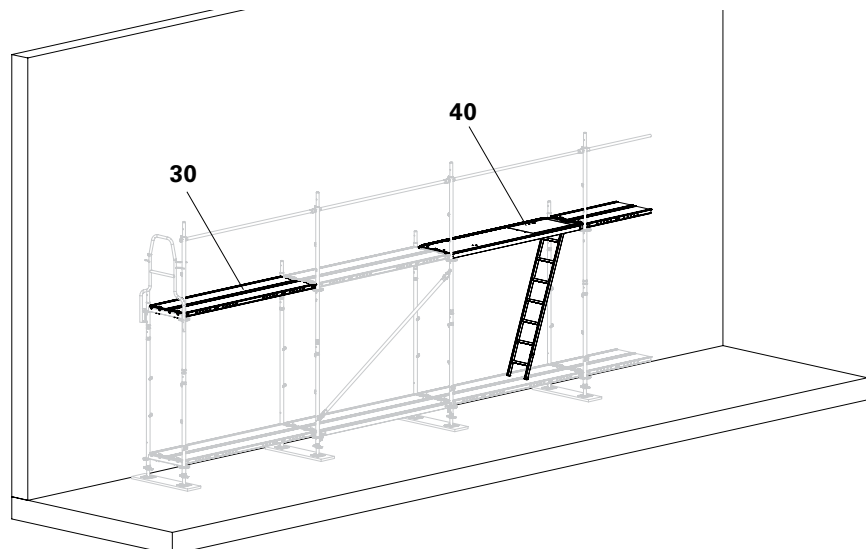

Abb. B3.03
6. Beläge (30) einbauen,
7. Leitertafeln EAW-L (40) einbauen, siehe Kapitel A4 Systembauteil Belag „Innenliegender Aufstieg mit Leitertafel EAW-L“ (Abb. B3.03)